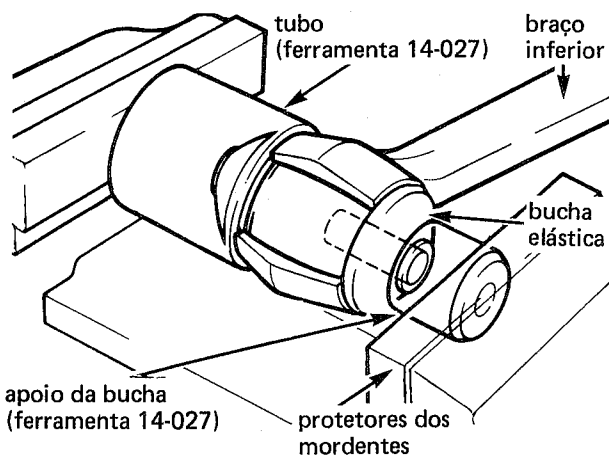

fig. 35
4. Verificar o braço quanto à trincas e rachaduras e, com o auxílio da ferramenta 14-027 e uma prensa, remover a bucha elástica (fig. 35)